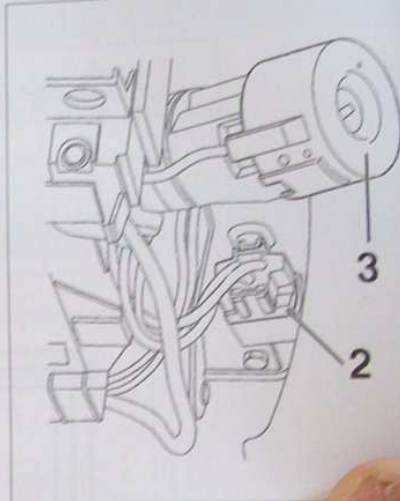

FIG.3
- Sur le côté droit de la colonne de direction, débrancher le connecteur (2) (Fig.3).